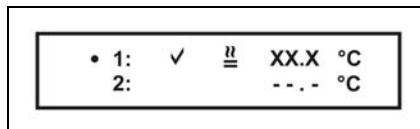

Abb. 21: Anzeige bei selektiertem Kanal 1, eingeschalteter Heizung und während des Heizens. XX.X: Ist-Temperatur.
- Schalten Sie den Heztisch mit der Taste „ON/OFF“ ein, die Anzeige wechselt auf die der Abb. 21.